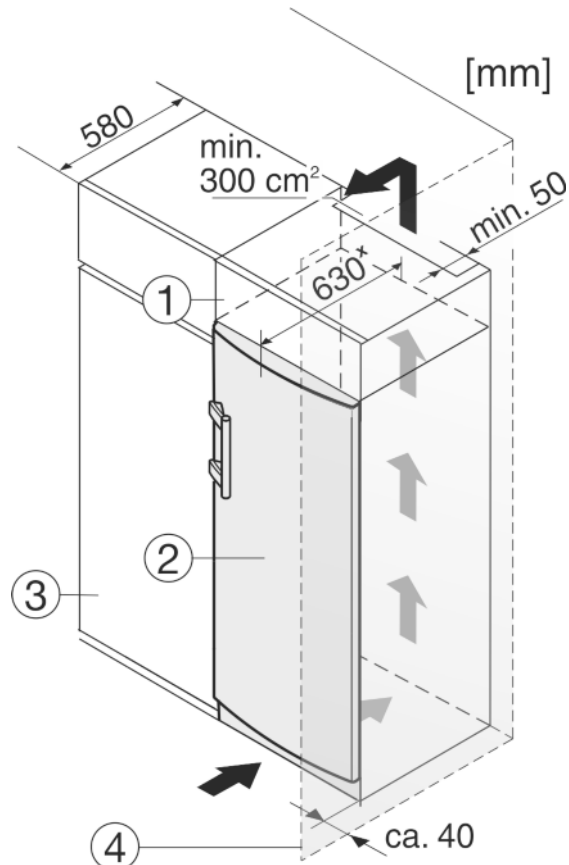

Fig. 10
- (1) Aufsatzschrank
- (2) Gerät
- (3) Küchenschrank
- (4) Wand
Das Gerät kann mit Küchenschränken umbaut werden. Um das Gerät *Fig. 10 (2)* der Küchenzeilenhöhe anzugleichen, kann über dem Gerät ein Aufsatzschrank *Fig. 10 (1)* angebracht werden.
Beim Umbau mit Küchenschränken (Tiefe max. 580 mm) kann das Gerät direkt neben dem Küchenschrank *Fig. 10 (3)* aufgestellt werden. Das Gerät steht seitlich 34 mm * und in der Gerätemitte 50 mm * gegenüber der Küchenschrankfront vor.
Wenn das Gerät mit den Scharnieren neben einer Wand *Fig. 10 (4)* aufgestellt wird, muss der Abstand zwischen Gerät und Wand mindestens 40 mm betragen. Dies entspricht dem Griffüberstand bei geöffneter Tür.